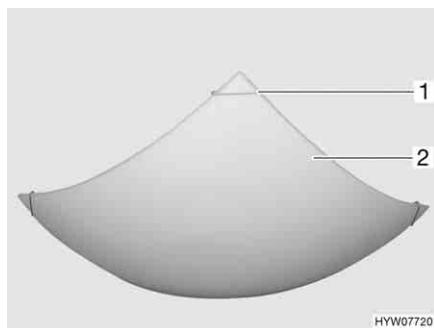

Fig. 192 Lampada a soffitto (quadrata)
- Tirare verso l'esterno due delle quattro griffe di supporto (Fig. 192,1) poste sulla lampada a soffitto contro la resistenza delle molle e spingerle verso l'alto sopra la copertura della lampada (Fig. 192,2).